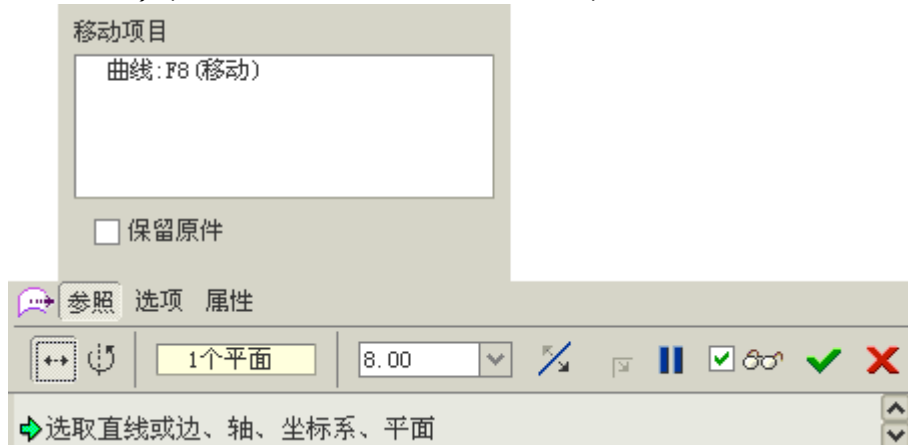

图 40-10
(4) 选中移动建立的曲线，单击 ，打开移动特征操控板，选择平移方式（系统默认的移动方式），选择 FRONT 基准平面为移动参照，各项设置如图 40-10 所示。